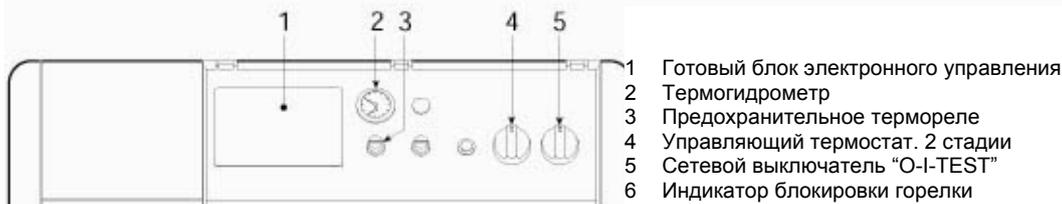

Рис. 1
При кратком нерабочем периоде просто поверните выключатель **5** (Рис.1) на панели управления в положение "0". При длительном нерабочем периоде наряду с этим должен быть закрыт вентиль (кран) подачи топлива. При длительном нерабочем периоде в зимний период, во избежание замерзания системы, добавьте в систему специальный антифриз или полностью осушите систему.
- a** – Блокировка горелки, сигнализируемая соответствующей лампочкой **6** (Рис.1). Смотрите инструкция к горелке.
- 2 Установите термостат 4 (Рис. 1) на требуемую величину.
- 3 Включите выключатель выше котла и выключатель 5 панели управления (Рис. 1)